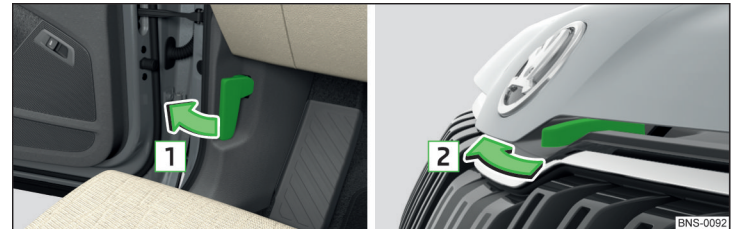

Abb. 329 Motorraumklappe öffnen
- Die Fahrertür öffnen und am Entriegelungshebel unterhalb der Schalttafel in Pfeilrichtung **1** ziehen » Abb. 329.